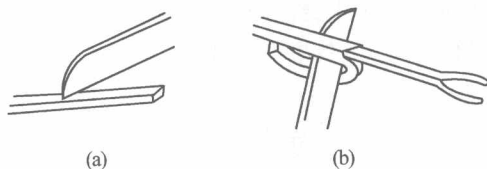

图 1-22 电工刀剥切塑料护套导线绝缘层
③ 用电工刀剥切塑料护套导线如图 1-22 所示:首先按所需长度用电工刀刀尖对准护套线缝隙,划开护套,如图 1-22(a)所示;接着向后翻护套层,用刀齐根切去,如图 1-22(b)所示;最后按剥切塑料硬线绝缘层的方法将导线绝缘层切掉。